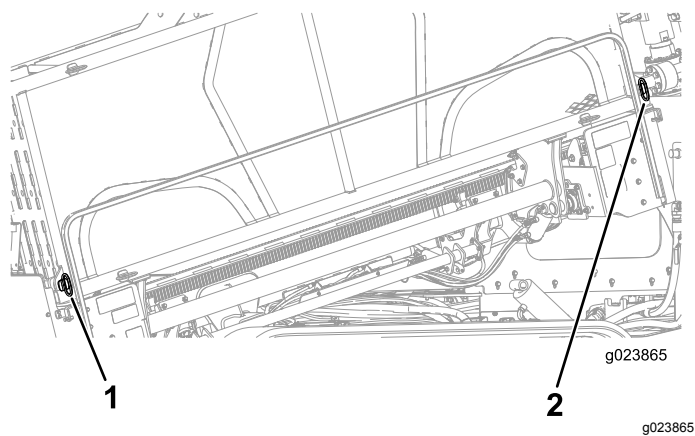

Figura 68
2. Retire los pasadores inferiores exteriores del portatubos (Figura 68).